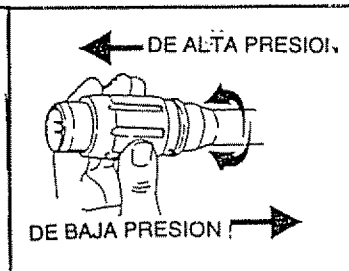

FIG. 10
- También puede ajustar la presión girando la perilla de control de presión (Fig. 10) al valor de presión deseado. El girar completamente esta perilla en sentido de las manecillas del reloj produce la presión más alta. No desatornille en exceso la válvula de control de presión. Se soltará.